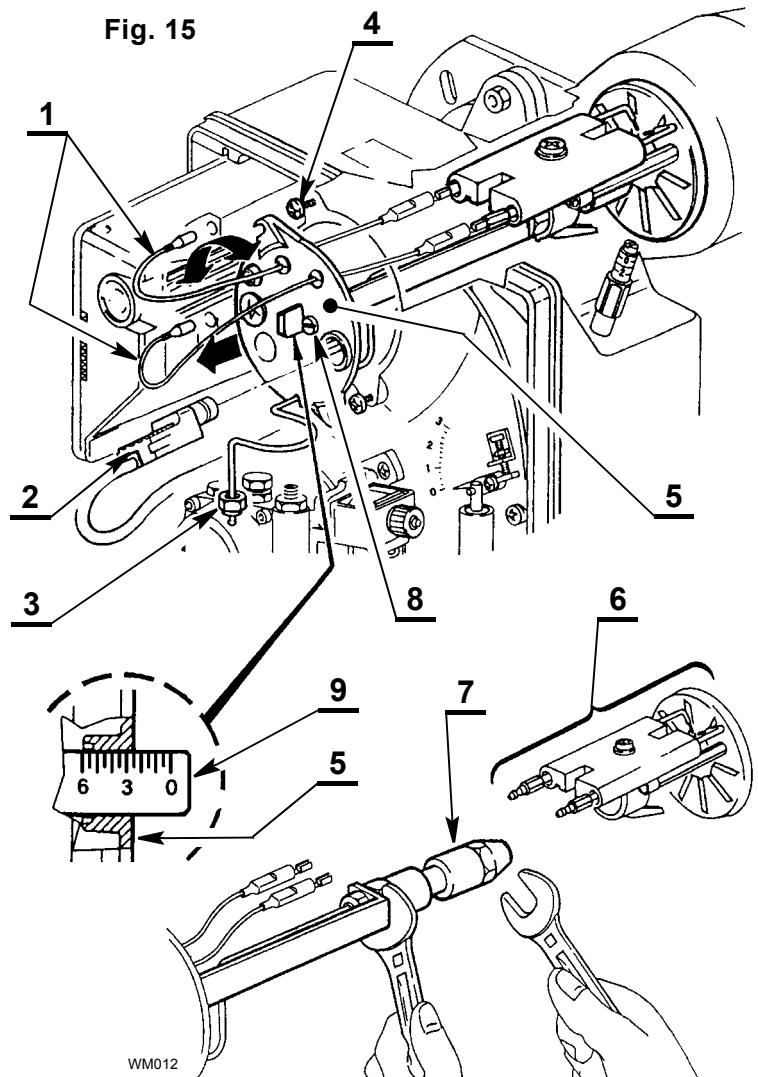

Fig. 15
4.4 POSIZIONE DI MANUTENZIONE, (vedi fig. 15)
4.5 REGOLAZIONE TESTA DI COMBUSTIONE, (vedi fig. 15)
- Verificare la corretta regolazione della testa di combustione (fig. 15 pag. 9) e della serranda aria (fig. 13, pag. 8).
- Sostituire l'ugello se necessario (fig. 15, pag. 9) e verificare il corretto posizionamento degli elettrodi (fig. 7, pag. 5).